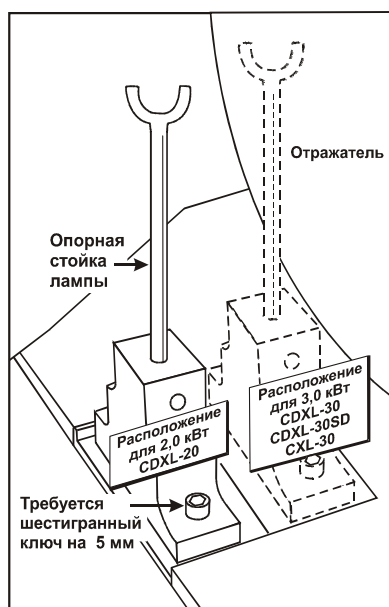

Рис. 2-9 Расположение опорной стойки лампы
2. **Установите опорную стойку лампы в соответствии с типом лампы.** Проверьте соответствие положения опорной стойки лампы типу лампы, которая будет установлена в проекторе. Таблица 2.1 содержит список типов ламп, совместимых с проектором CP2220, с указанием положения опорной стойки. (Рис. 2-9)